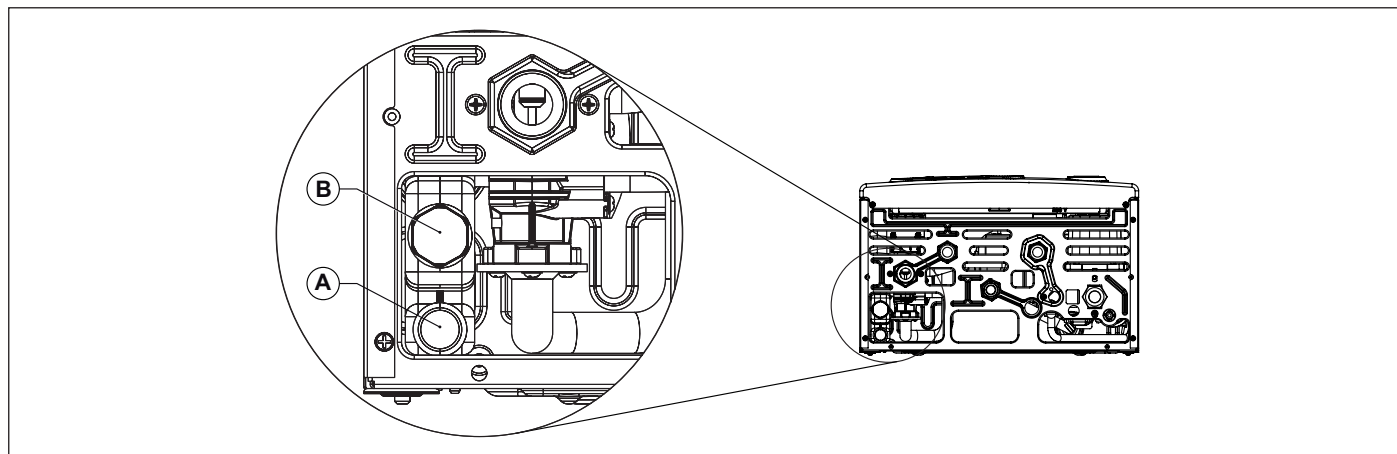

Fig. 16 Scarico condensa
Il sistema di scarico della condensa deve essere collegato all'apposito collegamento (A) predisposto in caldaia (vedi Fig. 16 Scarico condensa).